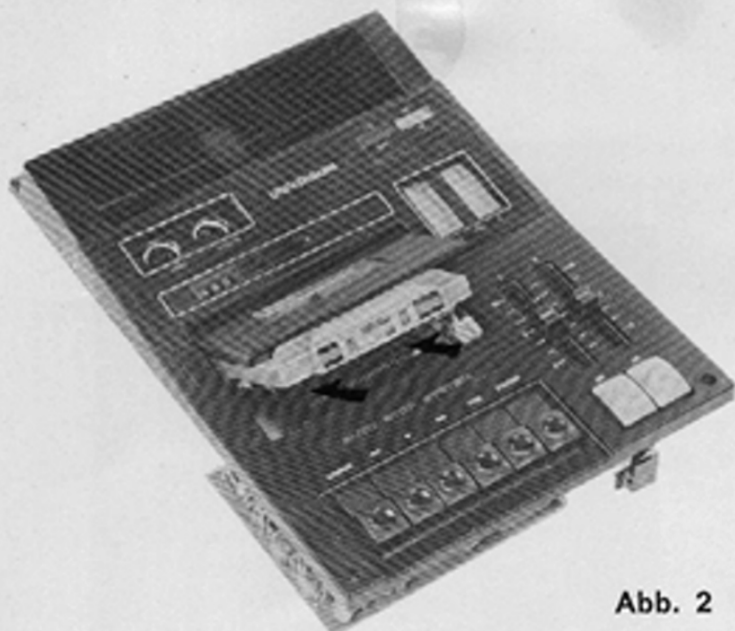

Abb. 2
Durch Druck auf die Taste (3) STOP/CASSETTE öffnet sich das Cassettenfach (2). Die Cassette setzen Sie mit der vollen Spule nach links — durch das Fensterchen sichtbar — und der offenen Bandseite nach vorne ein (siehe Abb. 2). Dann schließen Sie den Deckel. Das Gerät ist jetzt betriebsbereit.